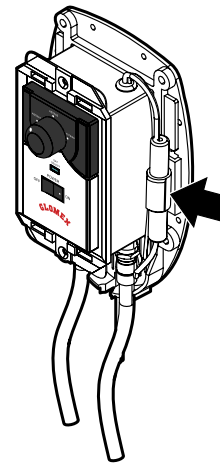

Fig. 33
- Entfernen Sie die beschädigte oder durchgebrannte Schmelzsicherung **Fig. 33** aus dem Gehäuse und ersetzen Sie sie durch eine neue Schmelzsicherung (**Typ T 3A15 5x20**, d.h. verzögerte Rohrschmelzsicherung, mit einem Durchmesser von 5 mm und einer Länge von 20 mm, 3 A Nennstrom und 15 V Nennspannung).